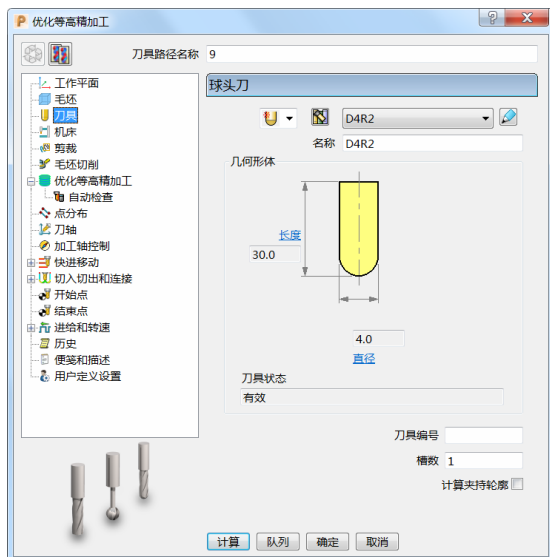

图 4-68
- 3) 刀具：选择“ $\phi 4$ 球头刀”，伸出 30mm 即可。（图 4-68）